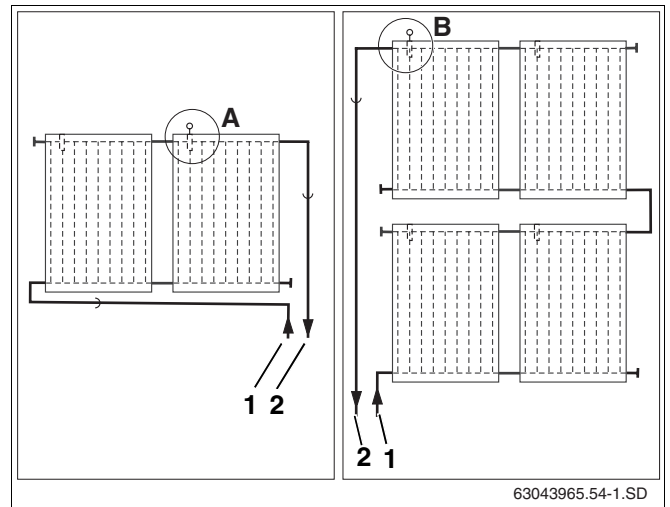

Fig. 49 Punto de montaje de la sonda del colector (representación esquemática)
Tenga en cuenta el lugar de instalación en el caso de montar una o dos filas de colectores en serie (fig. 49).
La sonda del colector debe montarse en el colector con la tubería de impulsión conectada (fig. 49, **pos. 2**).
- Lugar de instalación (fig. 49, **pos. A**) en el caso de una fila de colectores.
- Lugar de instalación (fig. 49, **pos. B**) en el caso de dos filas de colectores.